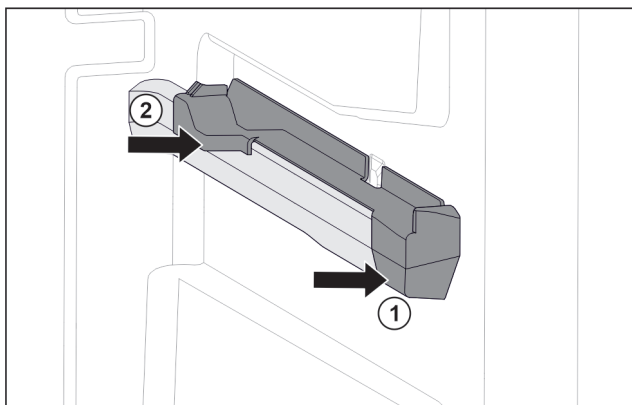

Fig. 42 Elemento inseribile sulla nervatura destra del contenitore
- ▶ Posizionare l'elemento inseribile sulla parte anteriore della nervatura del contenitore. Fig. 42 (1)
- ▶ Premere l'elemento inseribile sulla parte posteriore. Fig. 42 (2)